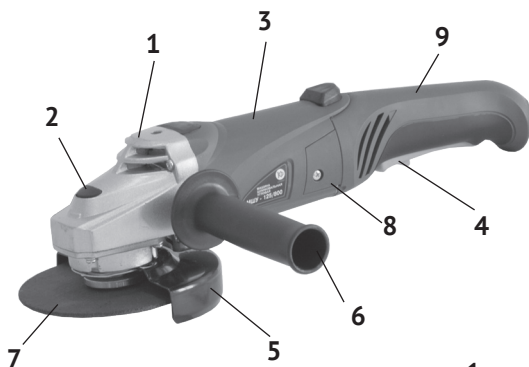

рис. 1
1.6 Общий вид шлифмашины представлен на рис.1
1.7 Шлифмашина состоит из коллекторного двигателя в пластиковом корпусе (рис.1 поз.3) и редуктора, расположенного в металлическом корпусе (рис.1 поз.1). Крутящий момент с якоря электродвигателя редуктором из 2-х конических шестерён, под углом 90° передаётся на шпиндель. На резьбу (M14) шпинделя крепится рабочий инструмент (отрезной, полировальный круг). Шлифмашина комплектуется дополнительной рукояткой, с возможностью крепления к корпусу редуктора в 3-х позициях (справа, слева или сверху).
3.2 Для замены щёток необходимо открутить накладки (левую и правую), расположенные на корпусе двигателя. Эти накладки (рис.1 поз.8) являются, одновременно крышками щёткодержателей. Щётки следует заменять парой для обеспечения равной степени их давления на коллектор якоря.